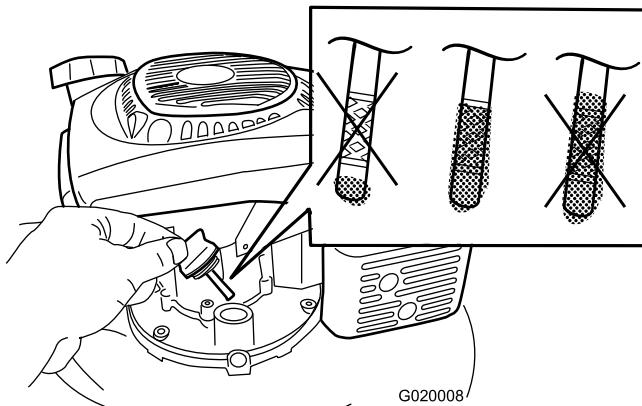

Figura 22
- Versate **lentamente** l'olio nel foro di riempimento finché non raggiunge il segno di pieno sull'asta di livello (Figura 22). **Non riempite troppo.** (Riempimento massimo: 0,59 litri, tipo: olio detergente 10W-30 o SAE 30 con service classification API SJ o superiore.)